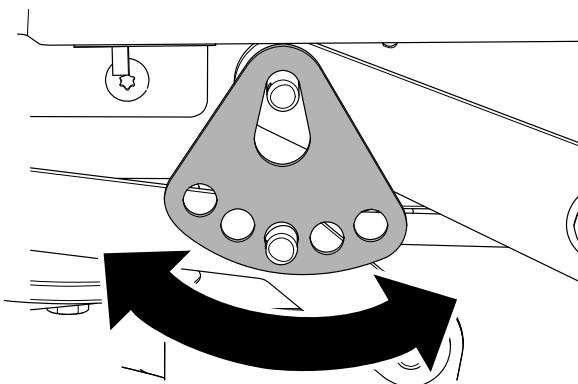

Figura 71
7. Ruotate la piastra dell'altezza di taglio a un foro differente, in modo tale che supporti il peso del piatto di taglio dopo l'installazione della piastra (Figura 71).
8. Installate la rondella e la coppiglia (Figura 71).